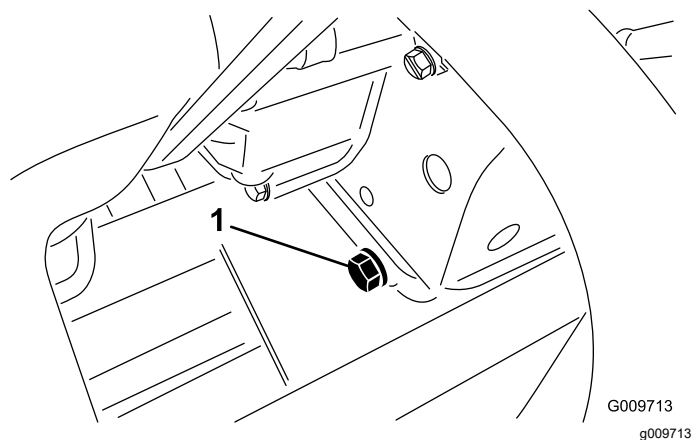

Figure 74
2. Retirez le bouchon de vidange (Figure 74) et laissez couler l'huile dans un bac de vidange.